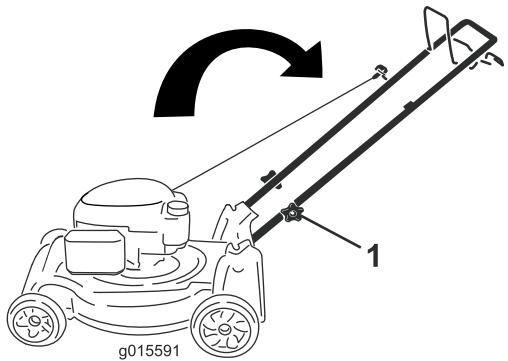

Figura 4
1. Pomos del manillar (2)
2. Mueva el manillar a la posición de operación (Figura 4).